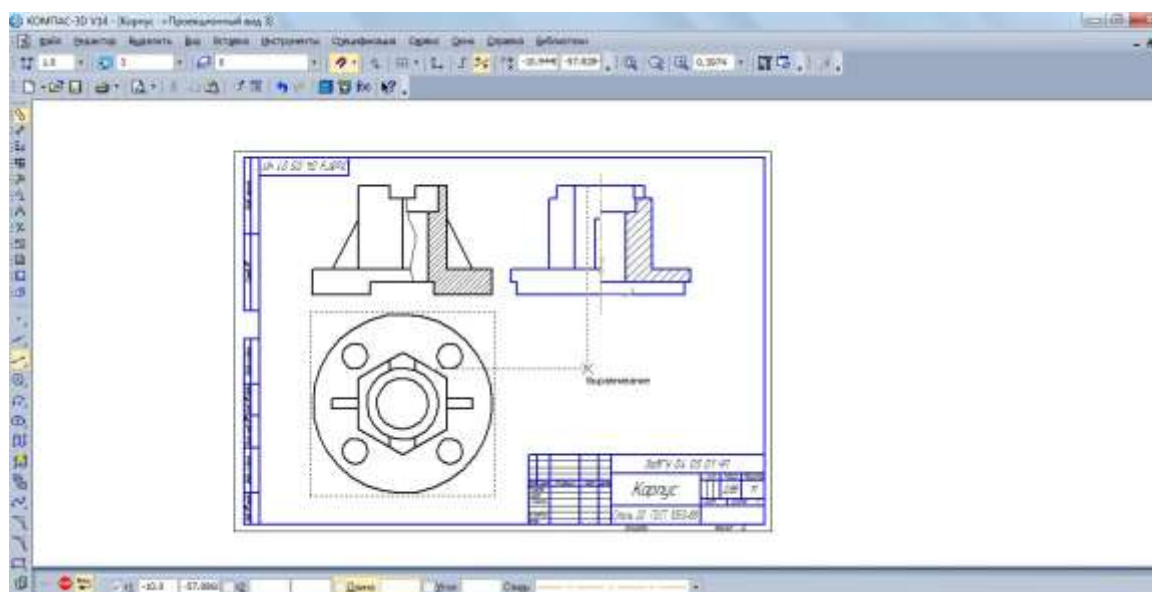

Рис. 9. Совмещение вида слева с профильным разрезом
9. После создания разреза измените стиль линии обрыва на **Осевую** (рис. 9).